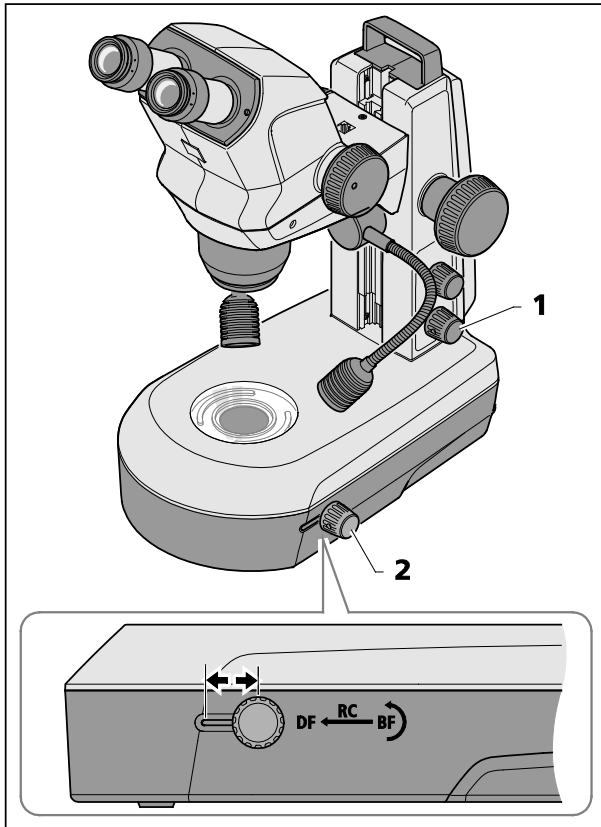

Bild 20 Durchlichteinheit im Stativ K LAB
- Durch Drücken auf den unteren Drehknopf (Bild 20/1) Durchlicht einschalten.
- Durch Schieben des Dreh-/Schiebeknopfes (Bild 20/2) in die hintere Stellung Hellfeld (BF) einstellen.
- Durch Drehen des Dreh-/Schiebeknopfes (Bild 20/2) den Klar- oder diffusen Spiegel einschwenken bzw. den Kippwinkel verstellen.
- Durch Verschieben des Dreh-/Schiebeknopfes (Bild 20/2) in die vordere Stellung wird auf Dunkelfeld-Beleuchtung (DF) umgeschaltet.
- ☞ Durch Verschieben des Dreh-/Schiebeknopfes (Bild 20/2) in eine mittlere Position und durch Kippen des Spiegels werden Schräglichteffekte (RC) erzeugt.